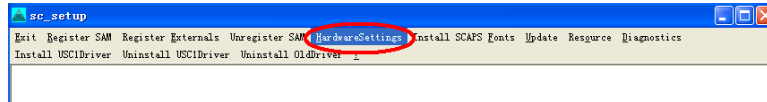

图 13
2) 选择 HardwareSettings (图 13)。